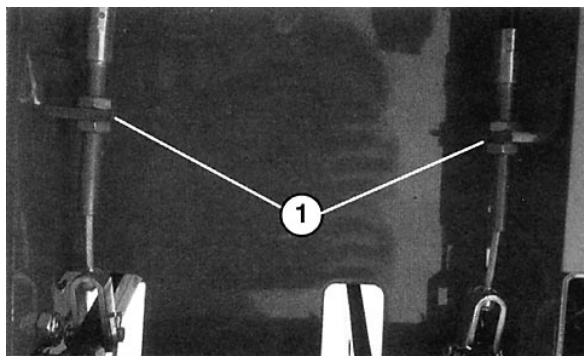

Fig. 30
2. Per ridurre la corsa libera dei pedali dei freni (o serrare i freni), allentare il dado anteriore sul lato filettato del cavo del freno (Fig. 30), quindi serrare il dado posteriore per spostare indietro il cavo finché i pedali dei freni hanno 13 ÷ 25 mm di corsa libera. Quando i freni sono correttamente regolati, serrare il dado anteriore.